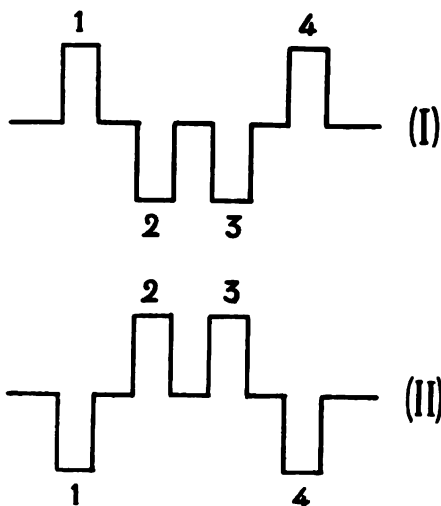

Fig. 17.
Numérotons de 1 à 4 les manetons, de la gauche à la droite. Supposons que la gauche du vilebrequin soit à l'avant du moteur, et que, dans la position (I) le cylindre 1 vienne d'exploser (fig. 17). L'arbre va tourner de 180° et prendre la position (II).